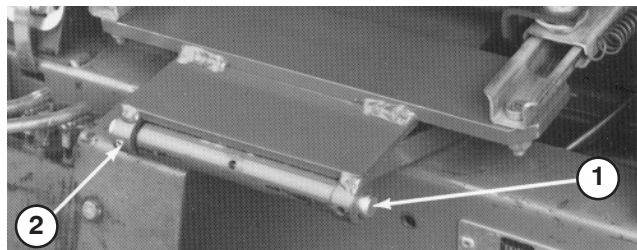

Figure 9
- Montez le siège et son support sur le support de pivot avec l'axe de pivot et la goupille cylindrique (Fig. 9).